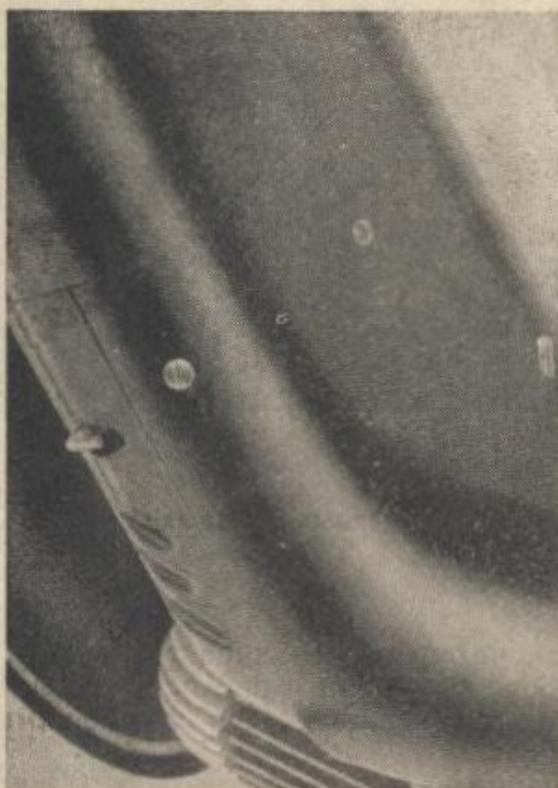

Рис. 9. Бензокраник
2. Открыть бензокраник (рис. 9).